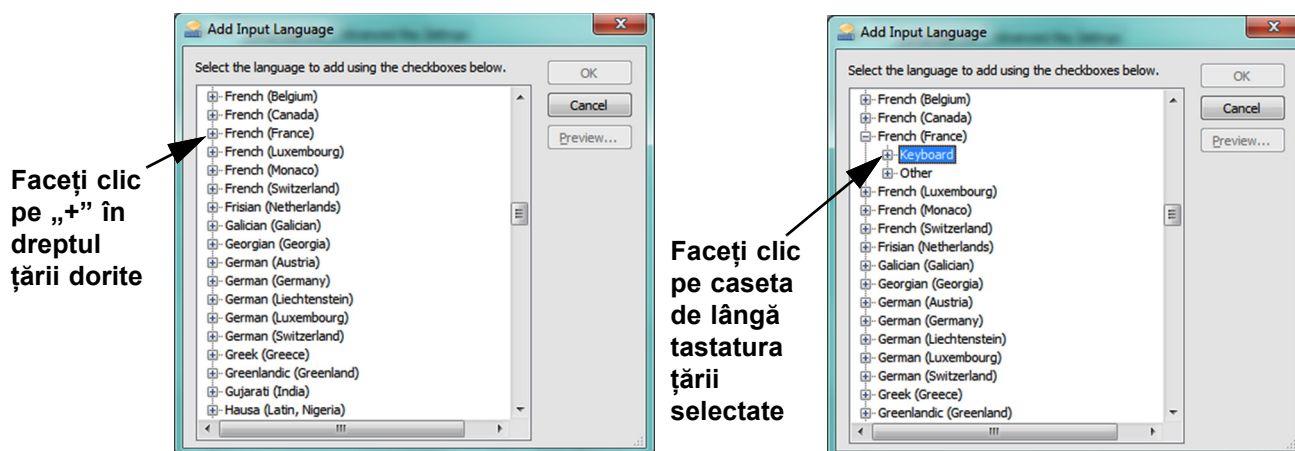
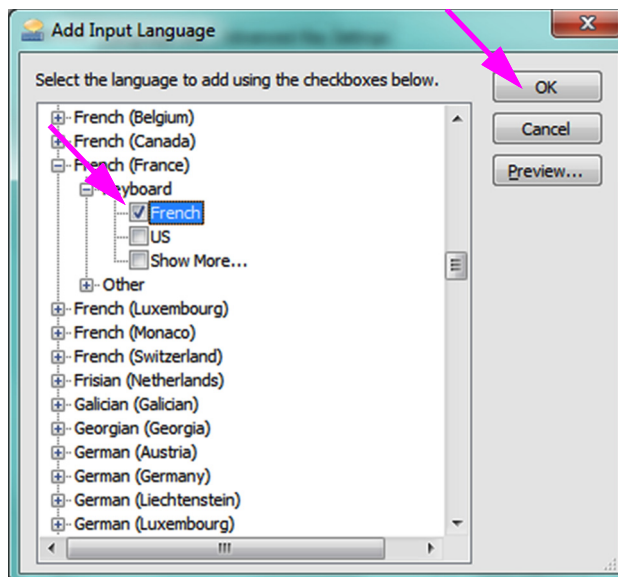

Figura C-9. Ecranul Adăugare limbă de tastatură cu limba franceză selectată (exemplu)
Figura C-10. Fereastra Adăugare limbă de tastatură cu toate opțiunile
4. În fereastra Adăugare limbă de tastatură (Add Input Language), utilizați meniul vertical pentru a selecta combinația de limbă (țară) dorită, faceți clic pe + lângă limbă (țară), apoi faceți clic pe + lângă tastatură (consultați Figura C-9).
5. După selectarea noii tastaturi care corespunde limbii selectate în Figura C-9, sub tastatura selectată apare un meniu vertical (consultați Figura C-10).